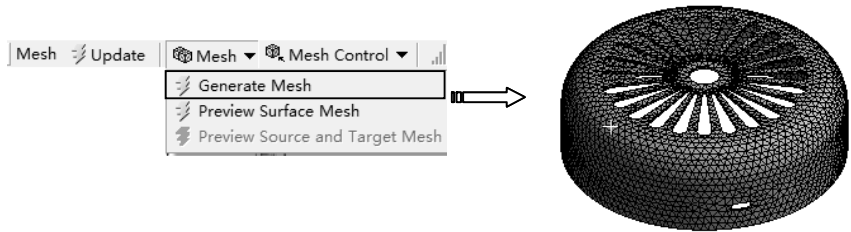

图 9-12 生成网格
3) 在【Outline（分析树）】中选择【Mesh】节点，单击【Mesh】工具栏上的【Mesh（网格）】|【Generate Mesh（生成网格）】命令，将弹出网格生成进度条，表明正在划分网格。当网格划分完成后，进度条自动消失，最终生成效果如图 9-12 所示。